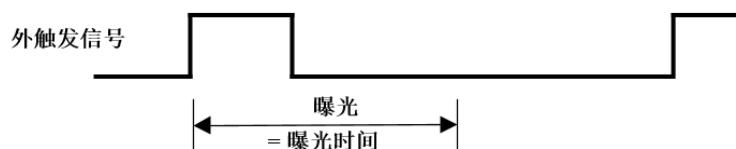

图 8-28 上升沿触发定时曝光模式时序图
- 如果启用上升沿触发，曝光会在触发信号上升时开始，一直持续到曝光时间结束，如图 8-28 所示